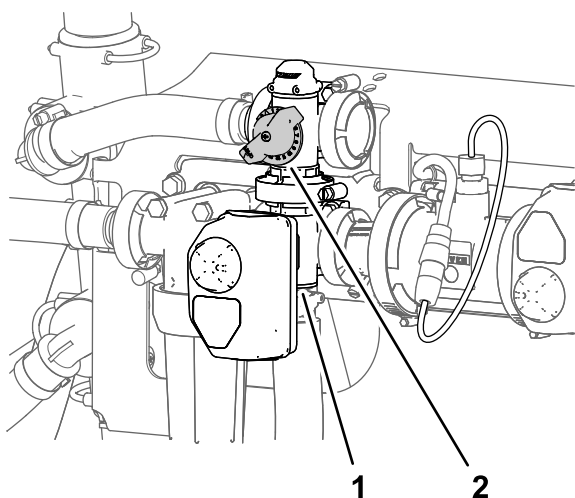

Figura 243
- Ajuste a válvula de derivação da agitação (Figura 243) até que o indicador mostre uma pressão do sistema de pulverização de 689 kPa (100 psi).